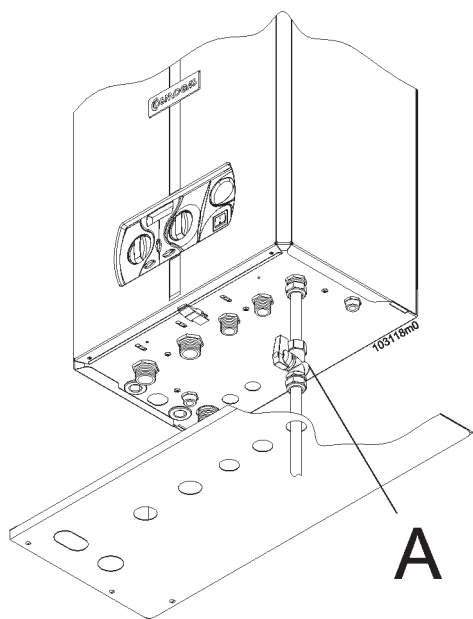

Figura 27 - selettore portata acqua calda sanitaria
- se la temperatura dell'acqua è troppo fredda occorre ridurre la portata dell'acqua attraverso il selettore "A" di figura 27, fino al raggiungimento della temperatura desiderata.